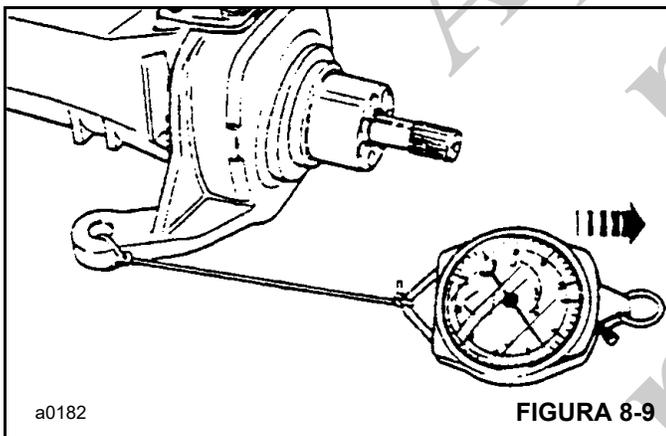

FIGURA 8-9
6. Meça o torque de rolamento do eixo, Figura 8-9. A leitura deve ser entre 0,5 e 1 Nm (0.37 e 0.74 lb-pé) superior à registrada na Etapa 1.
8. Conecte uma balança de mola (Figura 8-9) à rótula da barra de tração e gire a rótula. Aperte os parafusos **26** do munhão superior para eliminar a folga, mas sem pré-carga do rolamento, isto é, sem aumentar a leitura na balança de mola.